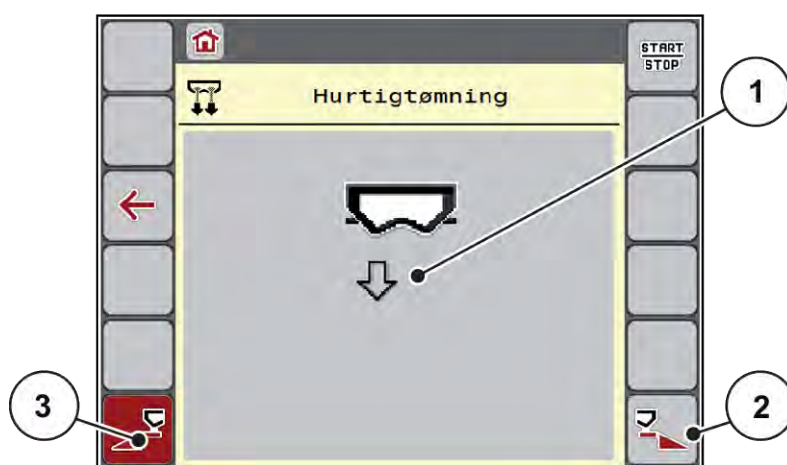

Fig. 21: Menu Hurtigtømning
*Displayet viser den valgte delbredde som symbol (Fig. 21, position [3]).*